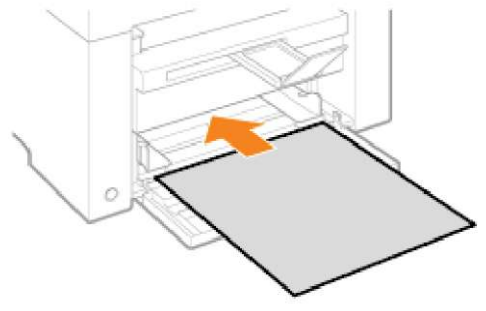

Рисунок 2.13 – Завантаження паперу
- 1.) Вставте звичайний папір формату А4 або Letter (див. рис. 2.13);